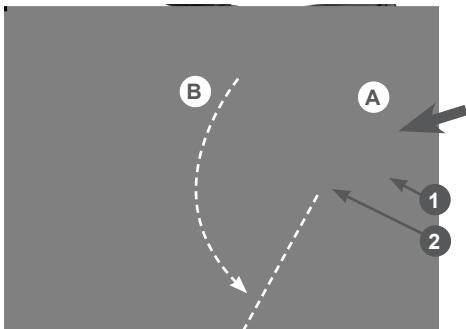

Рис. 21 Установка наконечника троса управления дефлектором жёлоба
- вставьте наконечник 1 троса в кронштейн 2 до упора, одновременно продевая трос через прорезь в кронштейне (действие А), после чего прополните трос в кронштейне на 90 градусов (действие В), как показано на Рис. 21;